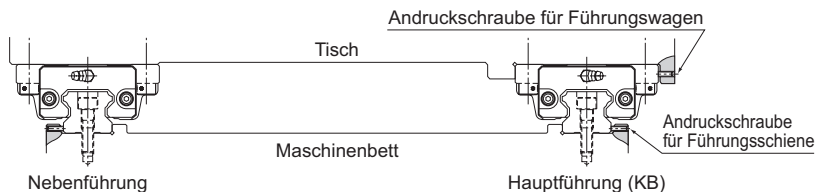

Abb. 5 Montagebeispiel für Anwendungen mit Vibrationen und Stößen
- (1) Setzen sie den Tisch vorsichtig auf die Führungswagen, und ziehen Sie die Befestigungsschrauben nur leicht an.
- (2) Drücken Sie die Führungswagen auf der Hauptführungsseite mit den Andruckschrauben gegen die Schulterkante des Tisches und positionieren Sie den Tisch (Siehe Abb. 5 auf **B1-91**).
- (3) Ziehen Sie die Befestigungsschrauben auf der Hauptseite und der Nebenseite vollständig fest, um die Installation fertigzustellen.